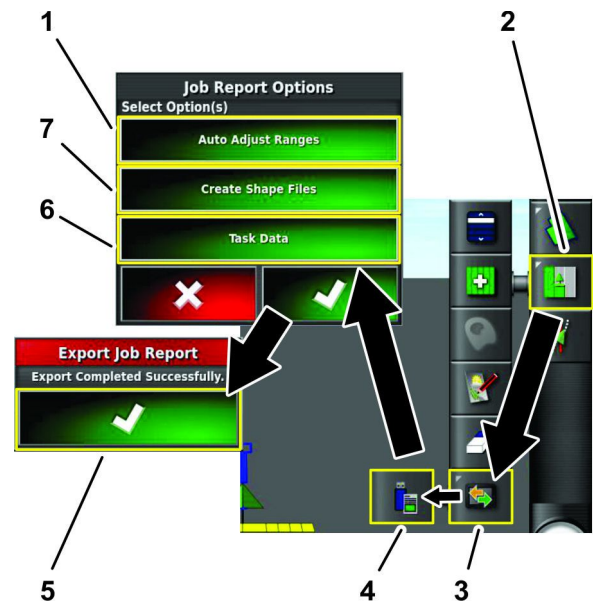

图 29
1. 按“作业菜单”图标图 29。
2. 按数据交换菜单图标图 29。
3. 按导出作业报告至 USB图标图 29。
5. 按创建形状文件图标图 29。
6. 在作业报告选项对话框中按确认图标图 29。
7. 在导出作业报告对话框中按确认图标图 29。